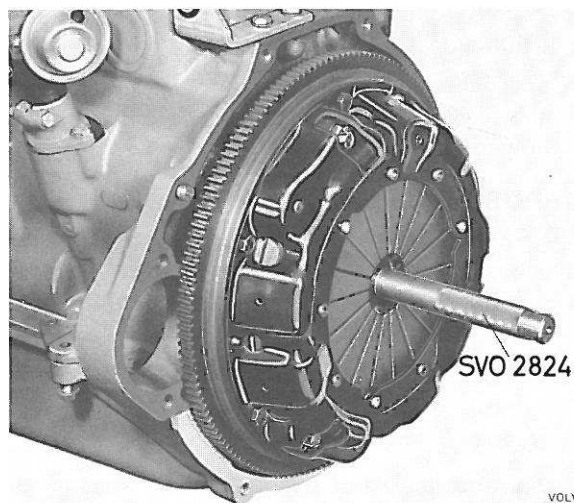

Figure 9. Repose de l'embrayage
1. Poser le disque d'embrayage (côté le plus élevé du moyeu tourné vers l'arrière), en même temps que l'embrayage, sur le volant et monter l'outil de centrage 2824, de telle manière que sa goupille de positionnement descende dans le palier-pilote du volant, voir figure 9.